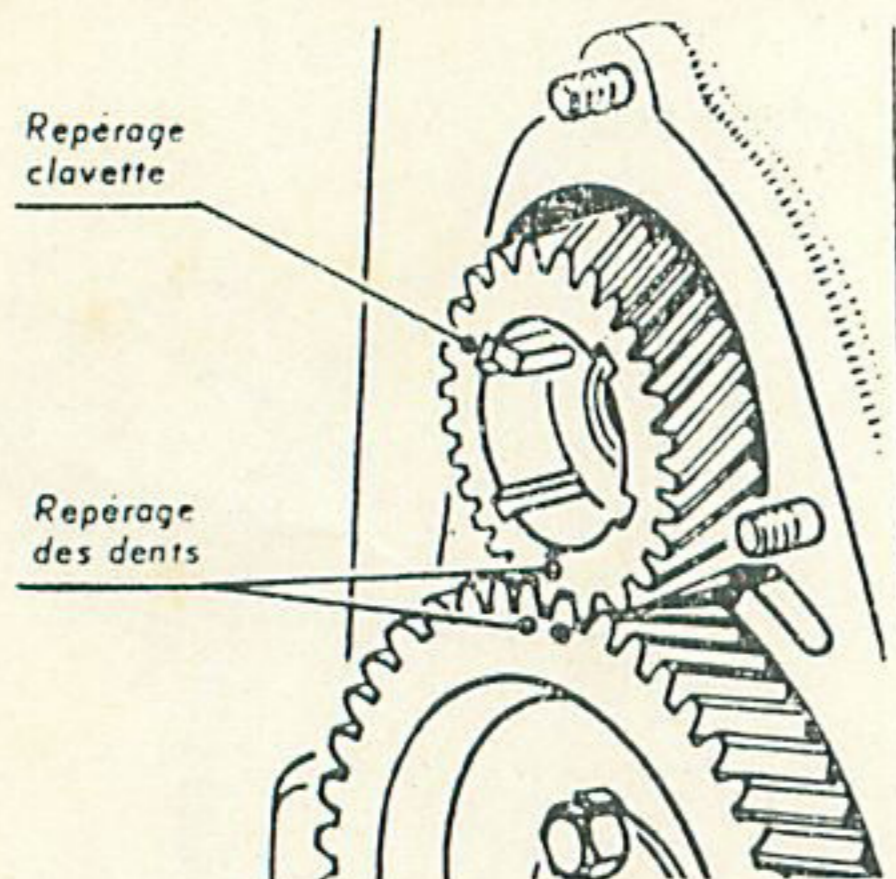

Fig. 23. — Repères sur pignons de distribution.
- Vérifier l'état des dentures et remonter suivant repérage (fig. 23).